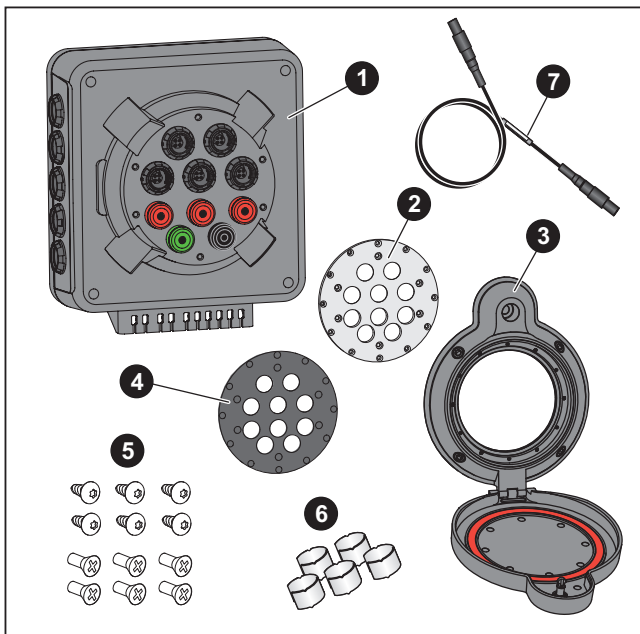

Figure 1. Delar till PQ Window
Packa upp produkten när den anländer. Se bild 1. Identifiera och kontrollera att alla delar finns med i leveransen:
4. När det gäller strömtestledningarna sätter du kabelmärkning 1 från satsen (se bild 1, artikel 6) i båda ändrar av kabeln för fas A/L1. Fortsätt med märkning 2 för fas B/L2 och märkning 3 för fas C/L3 samt N och jord.